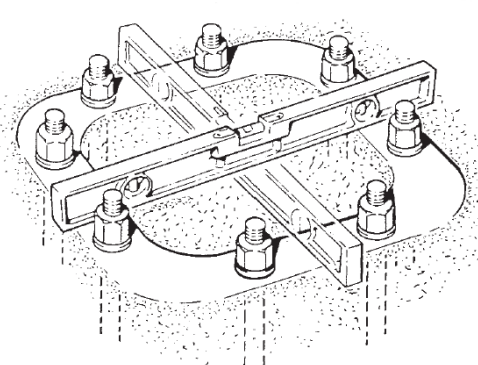

fig.20
5. Livellare la cornice di fondazione possibilmente servendosi di una bolla e provvedere al riempimento e alla rasatura del plinto (fig.20).